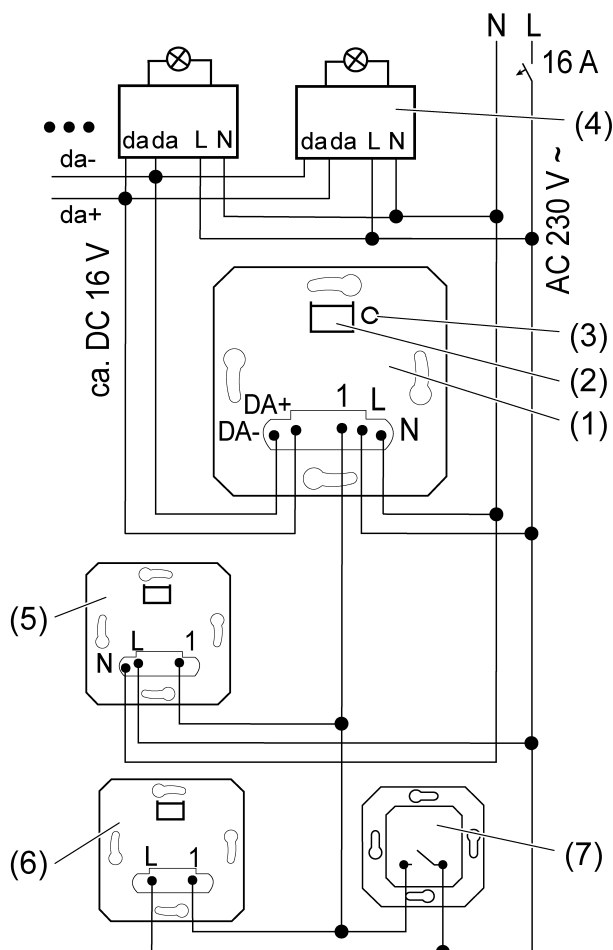

рисунок 1: Схема подключения с дополнительными подчиненными узлами локальной сети
- Подключите вставку DALI (1) и элементы DALI (4) согласно схеме соединений (рисунок 1). При этом необходимо соблюдать указания изготовителя.